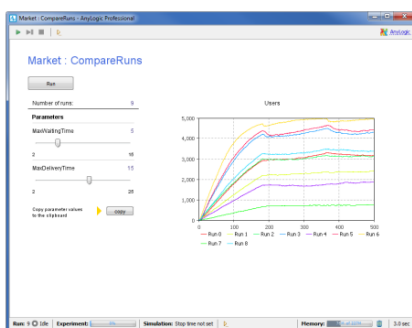

Рисунок 9.9 – Діаграма
13. У вікні моделі натисніть кнопку *Run*, щоб побачити результат, пов'язаний зі значеннями параметрів за замовчуванням. Після цього змініть значення параметрів і знову натисніть *Run*, щоб спостерігати за поведінкою системи для нових параметрів. На діаграмі відобразяться всі результати для перегляду (рис. 9.9).